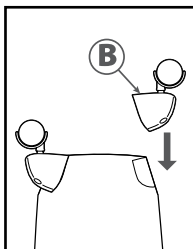
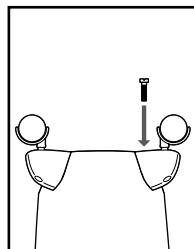

FIGURA 5
FIGURA 6
5. Tome el conjunto de ruedas marcados con la letra **B** **(FIGURA 5)** y colóquelo en la ranura a la derecha del depósito, también marcada con la letra **B**. Sujete con el tornillo proporcionado. **(FIGURA 6)**